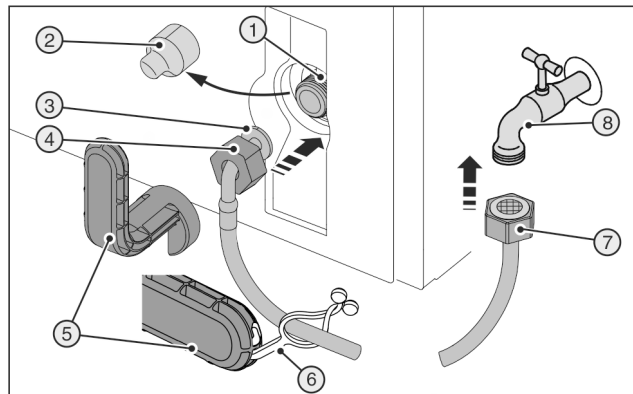
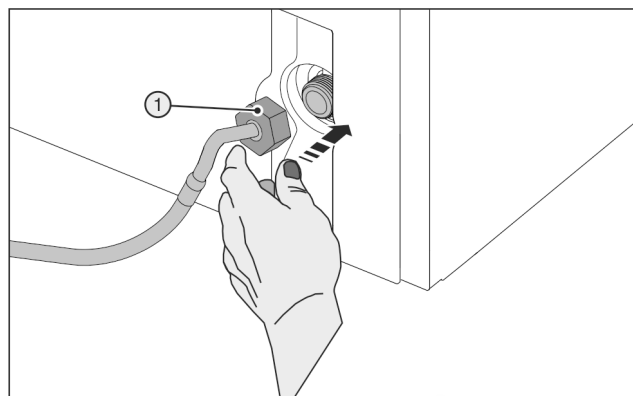

Fig. 51 *
Fig. 52
- Stáhněte kryt Fig. 51 (2).
- Usnadněná montáž: Rovný konec hadice Fig. 51 (7) položte doleva na podlahu.
- Matici Fig. 51 (4) posuňte přes zahnutý konec hadice Fig. 51 (3) až na konec a držte.
- Matici Fig. 52 (1) opatrně nasadte a rovně našroubujte na závit.
- Nasadte opatrně matici Fig. 52 (1) a dvěma prsty ji rovně našroubujte na závit, až je dosaženo bezpečného a pevného usazení.
Zlomený pomocný nástroj Fig. 51 (5)!
- Používejte pomocné nástroje Fig. 51 (5) výhradně při pokojové teplotě.
- Matici Fig. 52 (1) utahujte pomocným nástrojem Fig. 51 (5) ve směru hodinových ručiček, až je dosažen maximální uťahovací moment a pomocný nástroj Fig. 51 (5) se přetáčí.
- Našroubujte matici Fig. 51 (7) na uzavírací kohout Fig. 51 (8).
Zlomený pomocný nástroj Fig. 51 (5) !
► Používejte pomocné nástroje Fig. 51 (5) výhradně při pokojové teplotě.
► Matici Fig. 51 (7) utahujte pomocným nástrojem Fig. 51 (5) ve směru hodinových ručiček, až je dosažen maximální utahovací moment a pomocný nástroj Fig. 51 (5) se přetáhá.
► Zahákněte styčnick Fig. 51 (6) do pomocného nástroje Fig. 51 (5) a upevněte k uschování na nerezové hadici.
► Pomalu otvírejte uzavírací kohout Fig. 51 (8) přívodu vody.